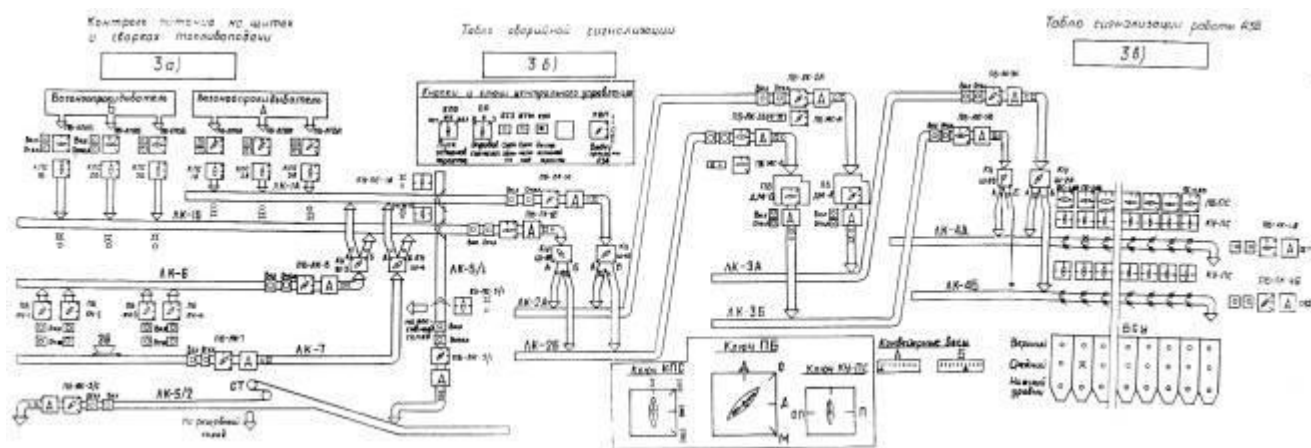

Рис. 2. Центральный щит управления топливоподачи (рассматривается совместно с рис. 3):
6.1. Управление механизмами топливоподачи осуществляется со ЦЩУТ. На панелях управления ЦЩУТ выполнена мнемосхема топливоподачи [рис. 2 (см. вклейку), 3], на которой в соответствии с функциональной схемой (см. рис. 1) размещены ключи, кнопки и переключатели управления механизмами, аппаратура технологической и аварийной сигнализации, а также аппаратура управления и сигнализации схемы автоматической загрузки бункеров котельной топливом (АЗБ).